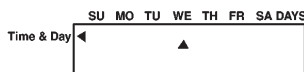

fig.12
- 2) Desplazarlo con los pulsadores **↓↑** hasta el día corriente (fig. 12)